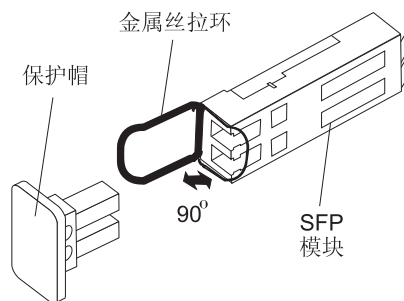

图 27. SFP 模块和保护帽
2. 请如图 27 中所示, 从 SFP 模块卸下保护帽。请保管好保护帽以供将来使用。
2. 如有必要，请如第 51 页的图 27 中所示，从 SFP 模块上取下保护帽。请保管好保护帽以供将来使用。